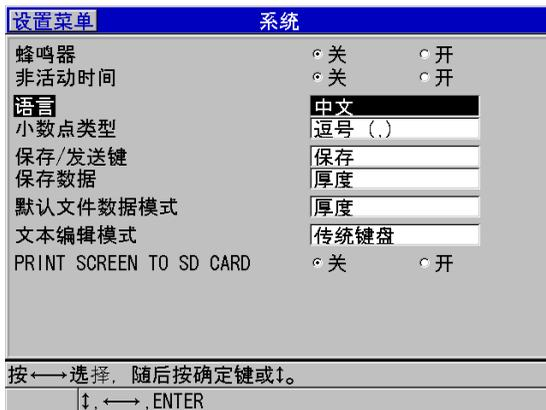

图 4-1 选择用户界面语言
3. 在**系统**屏幕中（参见第 54 页的图 4-1）：